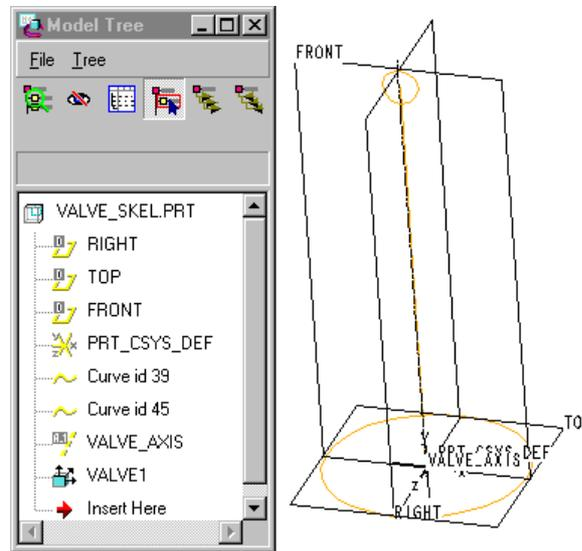
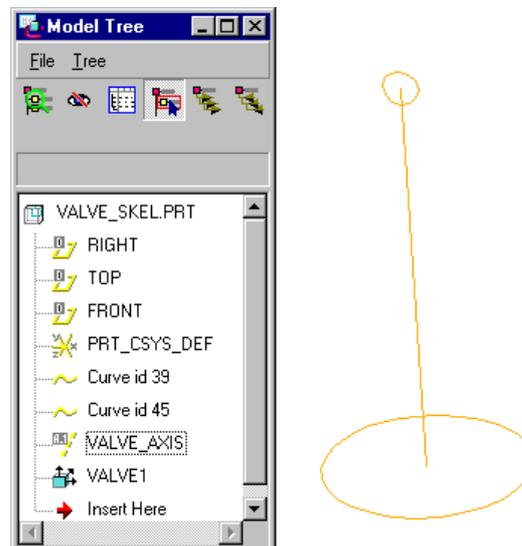

Abbildung 12 - Ventilskelett
Abbildung 13 - Publiziergeometrie - Ventilskelett
**Schritt 7:** Stellen Sie die Detailteile fertig. So wie das Basisskelettmodell umfaßt jedes Skelettmodell Publiziergeometrie-Konstruktionselemente. Diese Publiziergeometrie-Konstruktionselemente werden dann in das Detailmodell übertragen, wobei Kopiegeometrie-Konstruktionselemente verwendet werden. Bei der Erzeugung der restlichen Geometrie wird das Kopiegeometrie-Konstruktionselement als Referenz verwendet. Dieser Prozeß stellt sicher, daß das Teil entsprechend geändert wird, wenn Änderungen am Skelettmodell vorgenommen werden. Die Abbildungen 12 bis 14 zeigen diesen Prozeß für das Ventil. Abbildung 12 zeigt das Teil valve\_skeleton mit allen Konstruktionselementen. Abbildung 13 zeigt ebenfalls das Teil valve\_skeleton jedoch nur mit den Publizier-Konstruktionselementen, die mit Hilfe von Folien angezeigt werden. Abbildung 14 zeigt das fertige Detailventil mit einem gedrehten Körper, der auf das Kopiegeometrie-Konstruktionselement verweist. Beachten Sie, daß das Kopiegeometrie-Konstruktionselement auf das Publiziergeometrie-Konstruktionselement verweist.